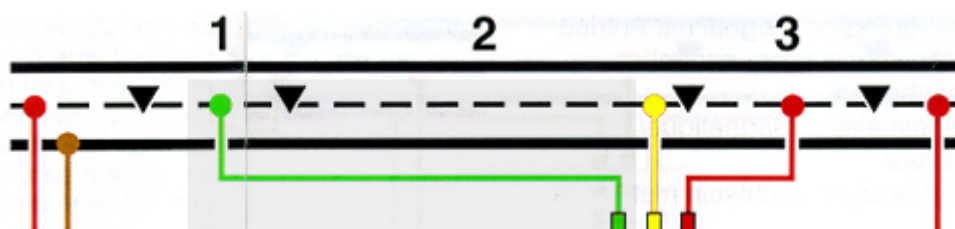
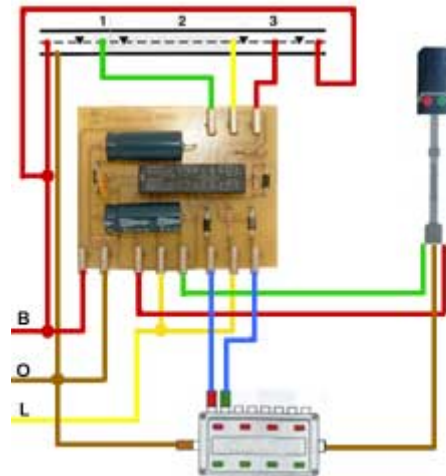

Fig. 1 – zone di frenatura
Fig. 13 – collegamento con semaforo a luci
Per ogni tratta (fig. 1) soggetta a frenatura sono previste 3 zone separate. Bisogna provvedere ad isolare il conduttore centrale (terza rotaia) nei punti segnati con una freccia.
Le porte contrassegnate dal numero 2 servono per collegare le 3 zone di frenatura (vedi fig. 1).
- 1 = zona di transizione (vedi fig. 1)
- 2 = zona di frenatura (vedi fig. 1)
- 3 = zona di emergenza (vedi fig. 1)
- 4 = corrente di trazione (B) ovvero cavetto rosso
- 5 = corrente di trazione (O) ovvero cavetto marrone
- 6 = uscita ausiliaria per semaforo rosso a lampadina o led - vedi fig. 13
- 7 = ingresso ausiliario per semaforo a lampadina o led - vedi fig. 13
- 8 = uscite ausiliaria per semaforo verde a lampadina o led - vedi fig. 13